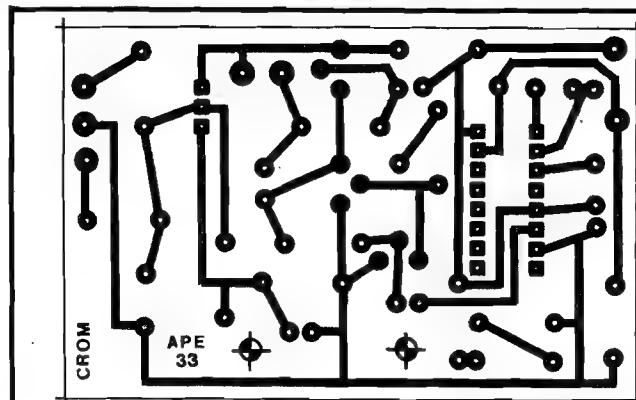

Fig. 8
- **FIG. 8 - LAY OUT DO CIRCUITO IMPRESSO** - Embora naturalmente mais denso do que o **lay out** da montagem anterior, o desenho de pistas e ilhas da placa específica ainda não chega a ser de complexidade excessiva... A figura mostra o padrão em tamanho natural, o que facilita a cópia direta, por carbono. Os tradicionais (e ultra-recomendados...) cuidados devem ser aplicados à confecção da placa, já que da perfeição desse substrato depende **muito** o funcionamento (ou não...) do circuito como um todo... Aquela "velha" conferência, ao final, para ver se não há falhas, curtos, lapsos ou "trincas" nas áreas cobreadas, é - "para variar"